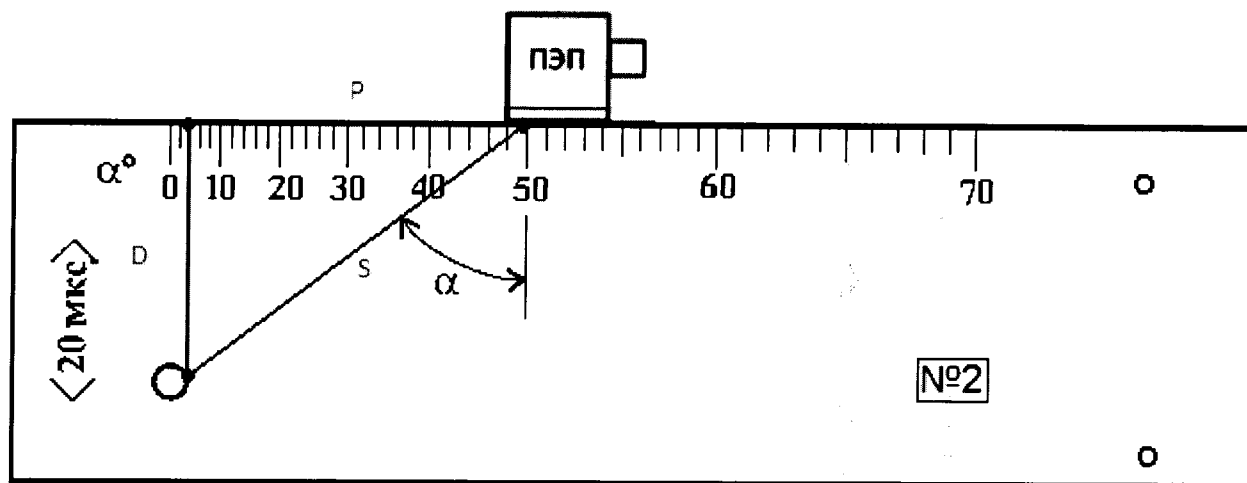

Рисунок 20 – Контроль меры №2 из комплекта ККО-3
8.9.6 Заново установить преобразователь, ФР на смоченную контактной жидкостью поверхность меры №2 из комплекта ККО-3 (рисунок 20). Для ФР измерения координат залегания дефектов по стали выполнить на углах качания УЗ луча в начале, середине и конце установленного диапазона. Выбор угла качания УЗ луча на А-скане выполнять на панели «Ultrasound Settings» (например, «Azimuthal R: 30,00»).